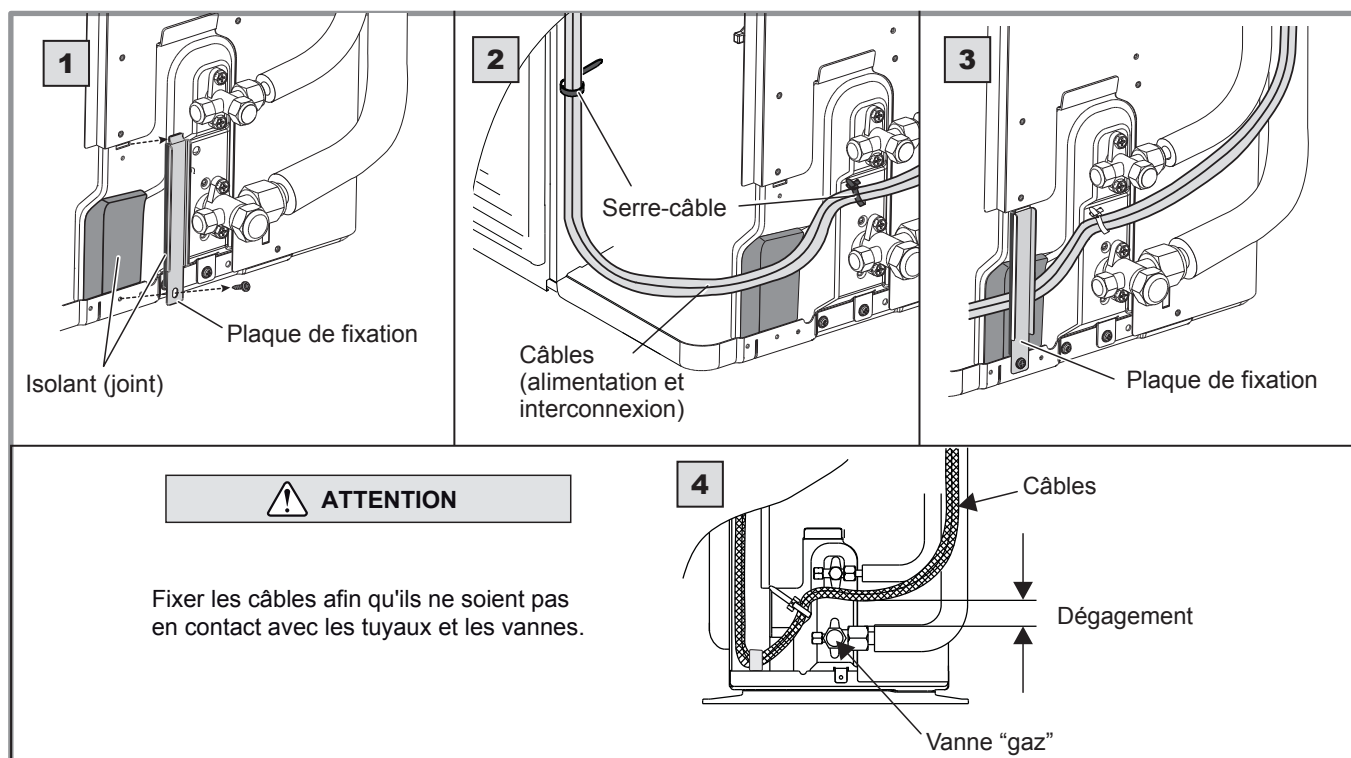

figure 35 - Finalisation de la connexion de l'unité extérieure
- Utiliser la plaque de fixation pour tenir les câbles contre la plaque isolante (rep. 1 à 3 figure 35). **Fixer les câbles afin qu'ils ne soient pas en contact avec les tuyaux et les vannes (rep. 4).**